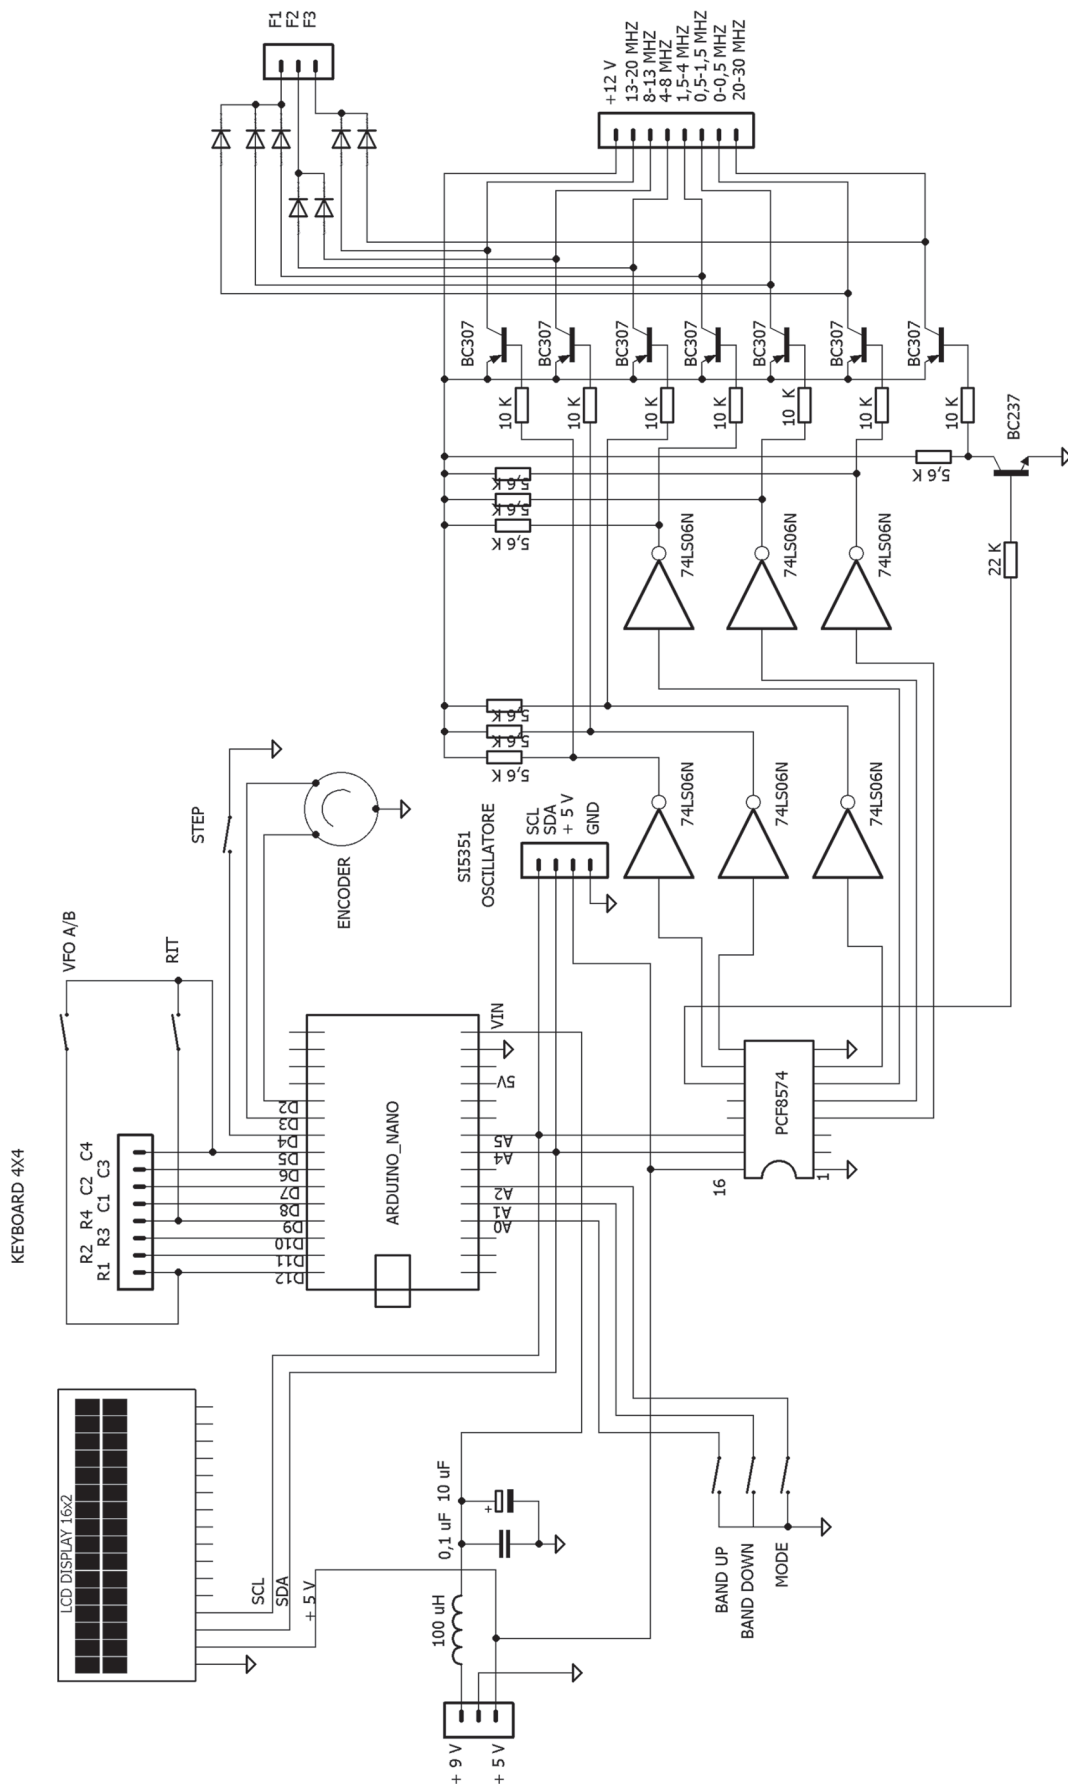

Fig. 5
Per l'oscillatore di conversione (LO) si è optato per il binomio Arduino Nano e Si5351, Fig. 5 e 6, che si trovano già assemblati a un costo molto contenuto.